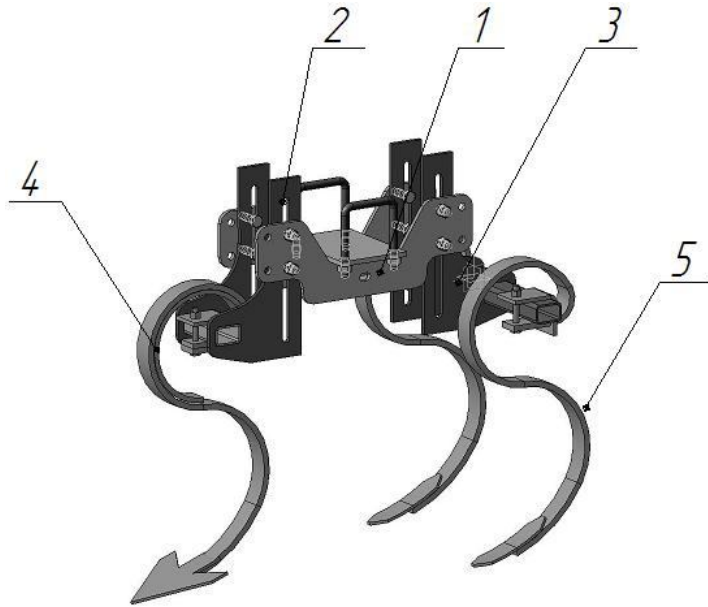

Рис.4 Кронштейн несущий
4.3 Кронштейн несущий (рис.4) предназначен для крепления стойки со стрельчатой лапой 4 и стойки с рыхлительной лапой 5. Несущий кронштейн состоит из кронштейна 1 крепления к раме, переднего кронштейна 2 и заднего кронштейна 3.
- глубину обработки почвы можно производить кроме регулировки опорного колеса регулировкой стоек лап рыхлителей (рис. 4) посредством смещения переднего 2 и заднего 3 кронштейнов относительно кронштейна крепления к раме 1;